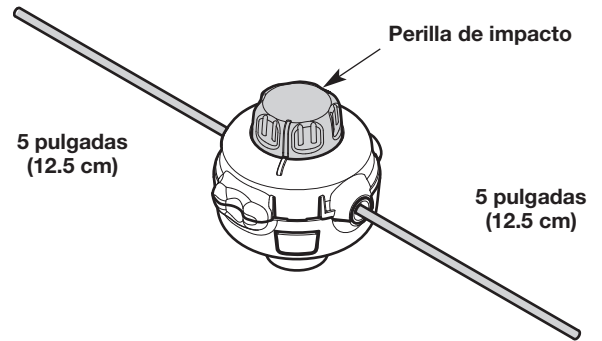

Fig. 21
5. Gire la perilla de impacto para enrollar el hilo hasta que sobresalga aproximadamente 5 pulgadas (12.5 cm) de cada lado del cabezal de corte (Fig. 21).